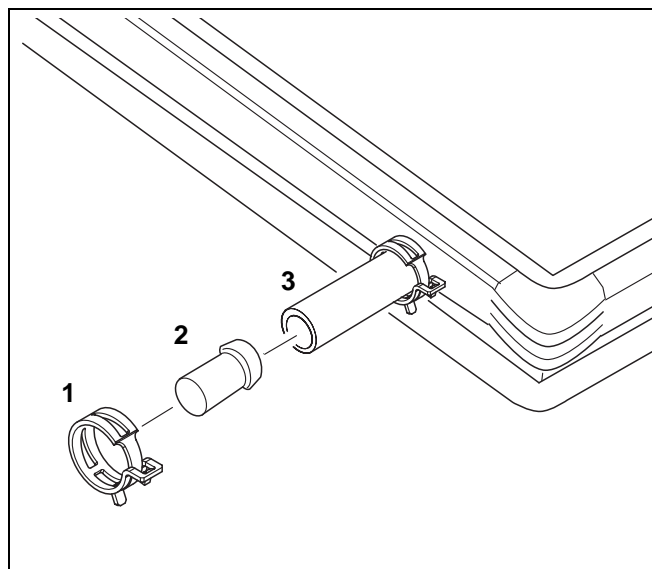

Abb. 5 Blindstopfen montieren
- Hierzu den Blindstopfen (Abb. 5, Pos.2) mit der Wulst zuerst in den kurzen Solarschlauch (Abb. 5, Pos.3) einstecken.
- Schieben Sie die Federbandschelle (Abb. 5, Pos.1) bis zur Wulst des Blindstopfens (Abb. 5, Pos.2). Ist der Sitz der Federbandschelle korrekt, können Sie den blauen Sicherungsring ziehen.